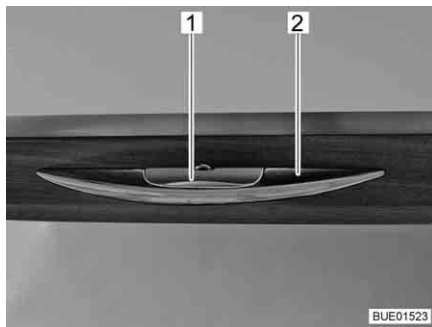

Bild 53 Skåplucka med låshandtag
- Tryck in låshandtaget (Bild 53,1) och håll det intryckt.
- Öppna skåpluckan genom att dra i handtaget (Bild 53,2).